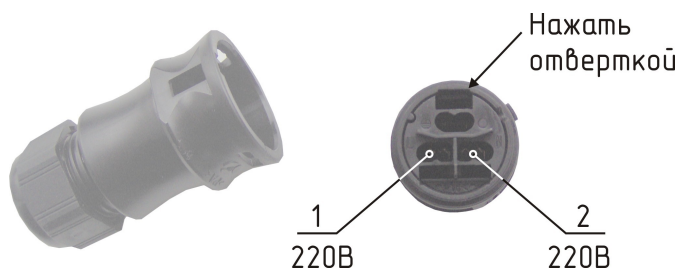

Рисунок 6 - Подключение сетевого кабеля к разъему XSI
- 1) Подключить кабель сети питания, например, ПВС 2x1,5 требуемой длины к разъему XS1 ретранслятора. Для этого следует разобрать разъем и вставить в отверстия предварительно подготовленные концы сетевого кабеля (луженные на 10 мм) при помощи отвертки (рисунок 6).